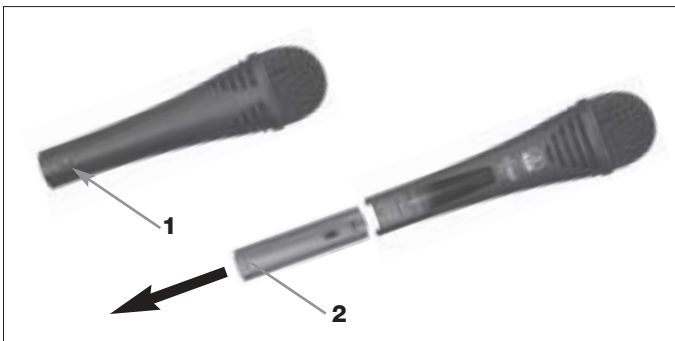

Abb. 6: XLR-Steckermodul ausbauen
- Siehe Abb. 6.
1. Öffnen Sie die Fixierungsschraube (1).
2. Ziehen Sie das XLR-Steckermodul (2) aus dem Mikrofonenschaft heraus.
3. Damit Sie die Fixierungsschraube (1) nicht verlieren, drehen Sie sie wieder in das Gewinde am XLR-Steckermodul hinein.